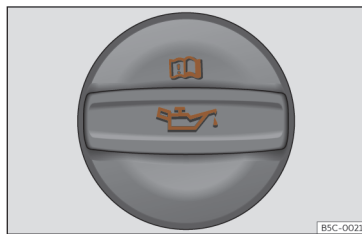

Fig. 231 Tampa do bocal de enchimento do óleo do motor no compartimento do motor.
- Localize o bocal de enchimento do óleo do motor. Reconhece-se pelo símbolo que existe sobre a tampa >>> **Fig. 231.**
- Desenrosque a tampa do bocal de enchimento do óleo do motor >>> **Fig. 231.**